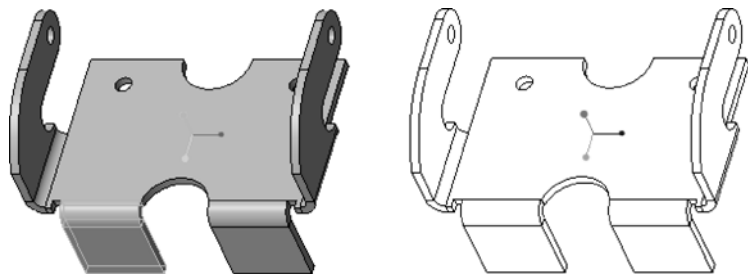

图 5-184 创建平整壁
(4) 在“平整”选项卡中打开“止裂槽”面板，确保取消勾选“单独定义每侧”复选框，从“类型”下拉列表框中选择“矩形”选项，并接受默认的“矩形”止裂槽尺寸参数设置。
(5) 在“平整”选项卡中单击位于  图标旁边的  (相对草绘平面的另一侧更改厚度) 按钮。
(6) 在“平整”选项卡中单击  (完成) 按钮，创建的平整壁如图 5-184 所示。